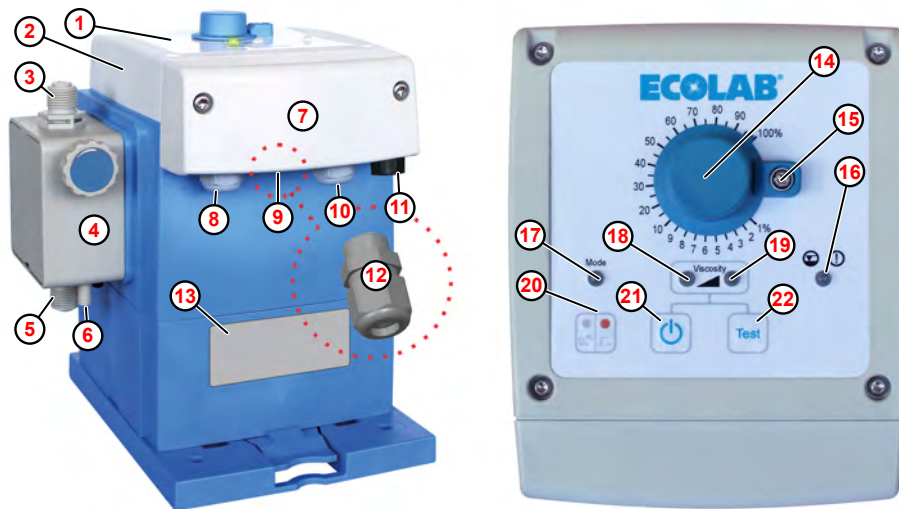

Fig. 1: Estructura y elementos de mando «EcoUp»
Para la conexión del cable de la señal de alarma, el paquete adicional de la bomba contiene un racor atornillado para cables M12 x 1,5 ( Fig. 1 , ⑫ ) correspondiente.
- AD Ø = 5,1-5,7 mm ( ⑧ - ⑩ ).